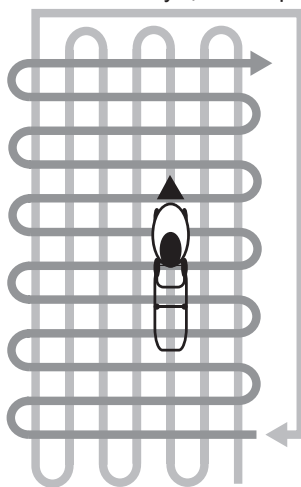

Рис. 15 Схема скашивания высокой и/или загущенной травы
5. При работе в тяжелых условиях (п. 3,4) рекомендуется двигаться медленнее или проводить повторный покос с меньшей высотой скашивания. На Рис. 15 представлена схема движения газонокосилки при скашивании высокой и/или загущенной травы.